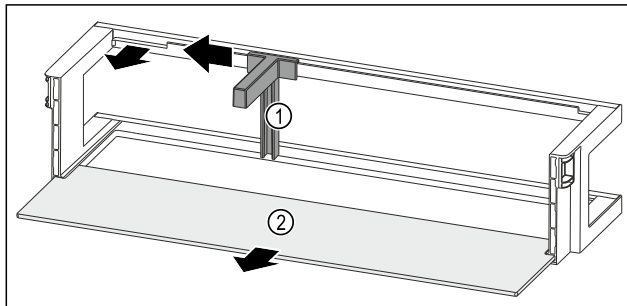

Fig. 86 Polica u vratima s držačem boca i policom za odlaganje
- Držač za boce Fig. 86 (1) pogurnite do otvora na stranu.
- Izvadite držač za boce Fig. 86 (1).
- Izvadite policu Fig. 86 (2).